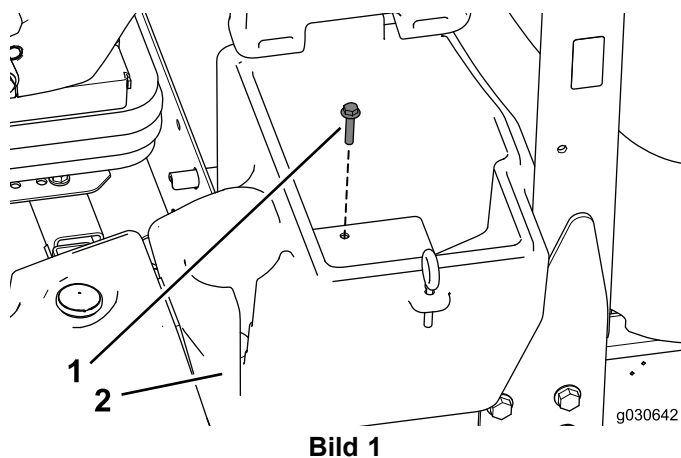

Bild 1
1. Entfernen und bewahren Sie die Schraube auf, mit denen das Ablagefach an der linken Seite der Maschine befestigt ist (Bild 1).